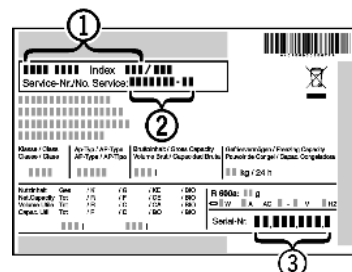

Fig. 79
- ▶ A készülék megnevezését **Fig. 79 (1)**, a szerviz- **Fig. 79 (2)** és sorozatszámot **Fig. 79 (3)** a típustábláról olvassa le. A típustábla a készülék belsejében baloldalon található.